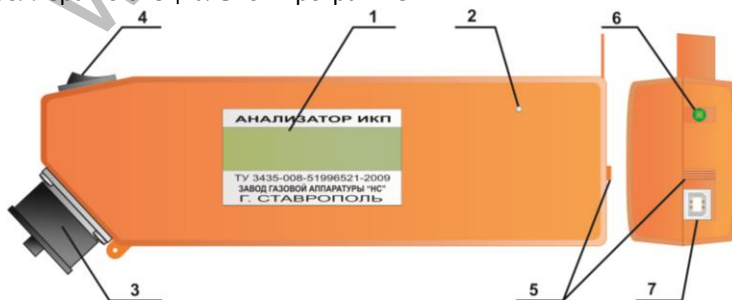

Рис. 1
4.1. Анализатор изготовлен из ударопрочного полимерного корпуса, изображенного на рис. 1, имеющего окно под дисплей (1) на боковой поверхности корпуса. Окно защищено прозрачной полимерной вставкой. На этой же поверхности расположено акустическое отверстие (2). На левой нижней наклонной боковой поверхности корпуса располагается измерительный разъем (3) для соединения с индикатором. В транспортном положении разъем закрывается заглушкой. На левой верхней наклонной боковой поверхности корпуса расположен выключатель питания (4). На правой торцевой поверхности корпуса расположена шторка (5), защищающая от попадания пыли и грязи светодиод, индицирующий процесс зарядки анализатора (6) в верхней части и разъем USB (7) в нижней части корпуса.
7.1. Включить анализатор выключателем питания (поз. 4, рис.1).